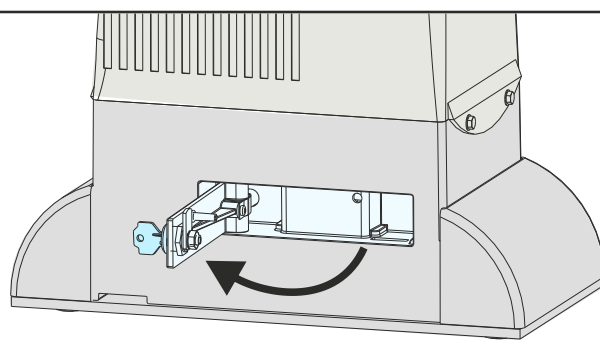

Fig. 33
- Tirer le levier de déverrouillage jusqu'à la butée, 90° environ (Fig. 33)